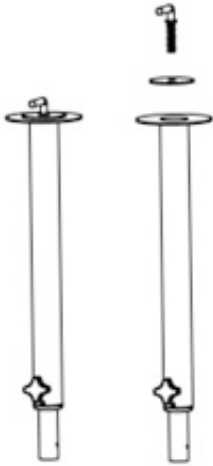

fig. 1
5. Retire el tornillo de la fijación de la base n.º 10 y la arandela n.º 9 de la parte inferior del tubo exterior n.º 7 (fig. 1).
6. Introduzca el tubo exterior en la base n.º 8 (el resalto en el tubo vertical y la entalladura en la base deben encajar entre sí, fig. 1) y dé la vuelta a ambos mientras sujeta el tubo exterior.